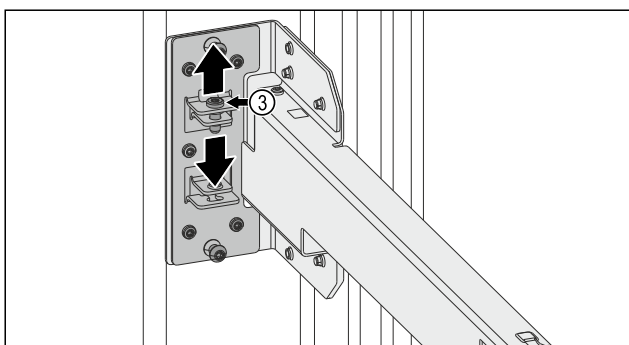

Fig. 15
- Poluzować śrubę Fig. 15 (3).
- Dokręcić śrubę Fig. 15 (3).